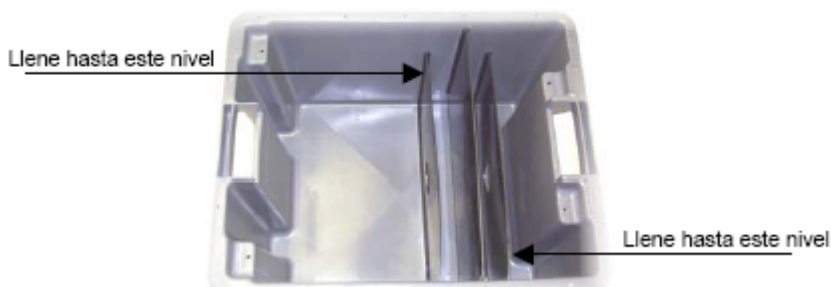

Figura 4. Deflectores del depósito de recirculación externo.
6. Llene el depósito de recirculación con unos 30 litros de refrigerante mezcla o hasta que la mezcla de refrigerante alcance la parte superior del primer o del tercer deflector (ver **figura 4**).